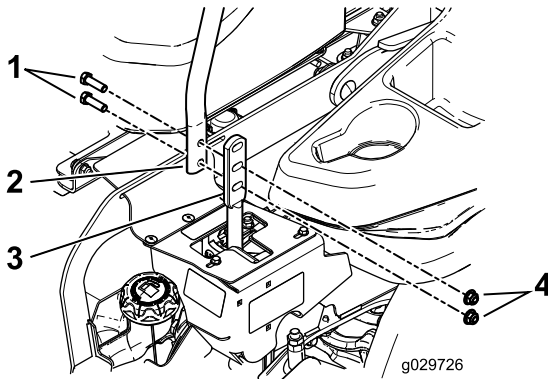

Figura 83
3. Afloje los pernos y las tuercas con arandela prensada de las palancas (Figura 83).
4. Alinee las palancas en el sentido adelante/atrás acercándolas a la posición de PUNTO MUERTO, y moviéndolas hasta que estén alineadas; luego apriete los pernos (Figura 83).